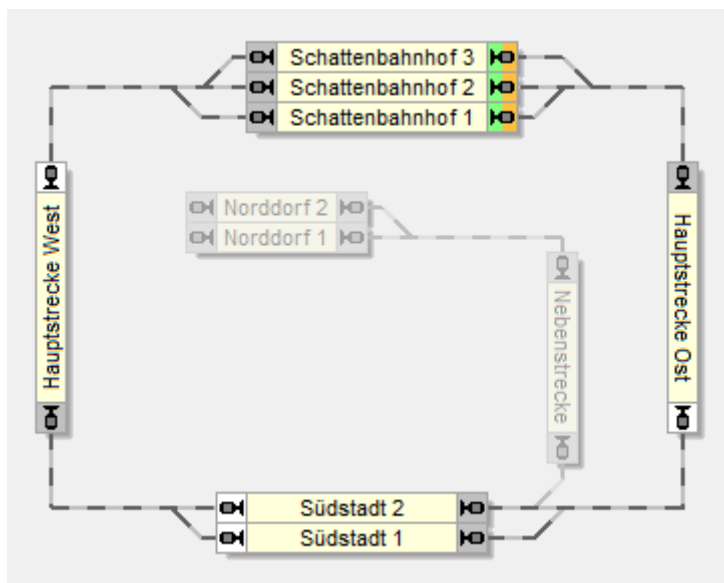

Abbildung 107: Zugfahrt mit alternativen Wegen
Abbildung 107 zeigt eine Zugfahrt für Zugbewegungen, die in einem der drei Blöcke im „Schattenbahnhof“ beginnen, im Uhrzeigersinn die Hauptstrecke entlang führen, „Südstadt“ über einen von zwei Blöcken passieren und wieder im „Schattenbahnhof“ enden.
Weiterhin kann jede Zugfahrt in eine der beiden möglichen Richtungen, also als Hinfahrt oder Rückfahrt gestartet werden. Wenn eine Zugfahrt als Rückfahrt gestartet wird, werden die angegebenen Zielblöcke als Startblöcke verwendet und die Startblöcke werden zu Zielblöcken. Die Zugfahrt von Abbildung 107 kann durch den Start als Rückfahrt auch gegen den Uhrzeigersinn ausgeführt werden.
Die Begriffe *Start* und *Ziel* werden hauptsächlich dazu verwendet, um zu verdeutlichen, von wo nach wo Züge fahren. Der tatsächliche Startblock kann auch im Innern einer Zugfahrt liegen, falls dies gewünscht wird. In Abbildung 107 versucht der *Fahrdienstleiter* einen im „Schattenbahnhof“ befindlichen Zug zu starten. Er kann aber auch angewiesen werden, einen in „Südstadt“ wartenden Zug zu starten, falls dies gewünscht wird. Wenn Sie einen in „Südstadt“ wartenden Zug anklicken und dann die Zugfahrt mit diesem Zug starten, dann startet der Fahrdienstleiter diesen Zug, auch wenn dieser sich nicht direkt in einem Startblock der Zugfahrt befindet.
Durch Betrachtung der Abbildung 107 wird deutlich, dass es mit einer einzigen Zugfahrt und durch Auswahl einiger weniger Blöcke, Weichenstraßen und Ver-
- Es ist beispielsweise möglich, „Südstadt 1“ als weiteren Zielblock in Abbildung 107 festzulegen. Wenn „Südstadt 1“ frei ist, kann ein Zug, der von „Hauptstrecke Ost“ kommt, „Südstadt 1“ als Ziel auswählen und dort die Zugfahrt beenden. Wenn „Südstadt 1“ nicht frei ist, wird ein Zug über „Südstadt 2“ zum „Schattenbahnhof“ weiterfahren.
Der *Fahrdienstleiter* folgt einer ausgeklügelten Strategie, wenn er einen von mehreren möglichen Wegen zum Ziel einer Zugfahrt auszuwählen hat. In Abbildung 107 beispielsweise kann der Fahrdienstleiter jeweils zwischen drei Möglichkeiten wählen, wenn sich ein Zug von links oder rechts dem „Schattenbahnhof“ nähert.
Im allgemeinen wird ein Block oder eine Weichenstraße in einer Zugfahrt freigegeben, wenn der Zug einen Block hinter diesem Block/dieser Weichenstraße erreicht hat und wenn dieser Block/diese Weichenstraße nicht mehr belegt ist. In Abbildung 107 beispielsweise wird Block „Hauptstrecke Ost“ nicht eher freigegeben, bevor ein vom „Schattenbahnhof“ kommender Zug „Südstadt“ erreicht hat. Wenn „Hauptstrecke Ost“ bei Erreichen von „Südstadt“ jedoch immer noch als belegt gemeldet wird, dann wird die Freigabe von „Hauptstrecke Ost“ noch weiter verzögert, bis die Belegtmeldung in „Hauptstrecke Ost“ erlischt.